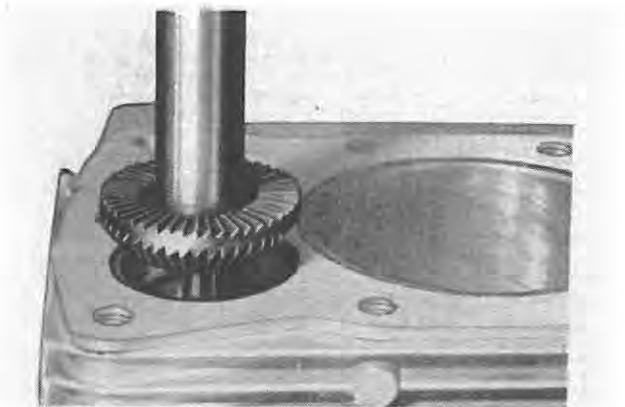

Fig. 10
- Fraiser avec fraises normales (Fig. 10) à 45° de 28 + 35 mm, de Ø et tige de 7 mm, les sièges des soupapes ayant les suivantes dimensions:
- Flächen der Ventilsitzringe mit 45°-Normalfräser (Ø 28+35 mm) und Dorn zu 7 mm fräsen (Abb.10).